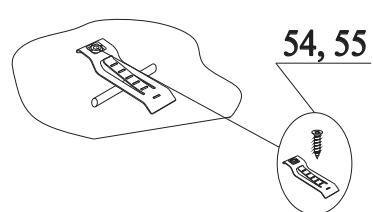

Рис.28
53. При необходимости закрепить провода с помощью фиксатора 54 и шурупов 55 (рис.28)